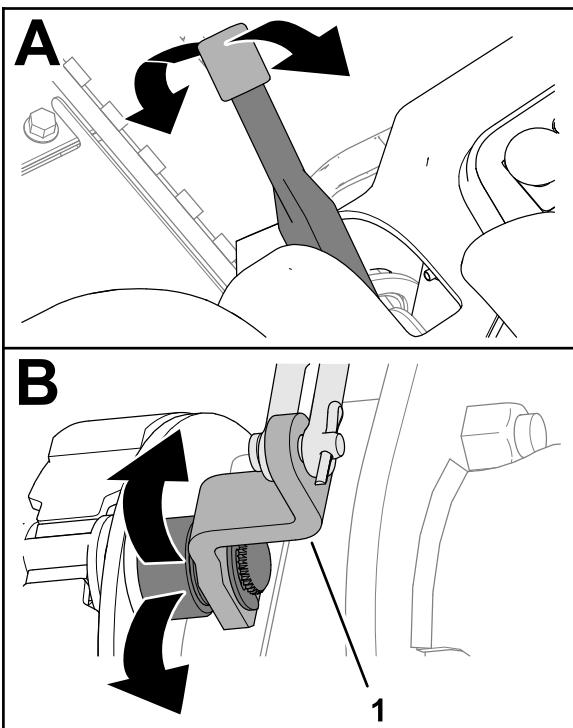

Figura 70
- 2. Mueva la palanca del freno de estacionamiento hacia arriba y hacia abajo para comprobar que la leva del freno se mueve libremente (Figura 70).